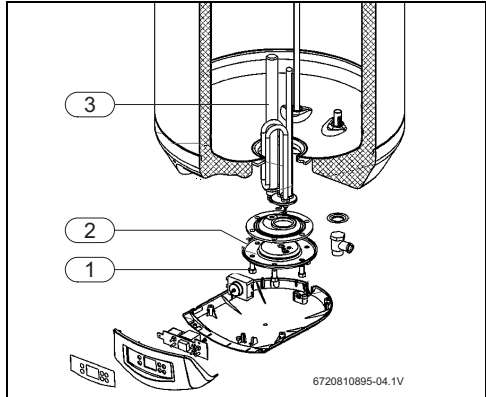

Рис. 10 Доступ во внутреннее пространство и обозначение деталей
- ▶ Отверните крепежные винты фланца (рис. 10, [1]).
- ▶ Снимите фланец (рис. 10, [2]).
- ▶ Проверьте магниевый анод (рис. 10, [3]) и замените его, если истек срок его эксплуатации (1 год).